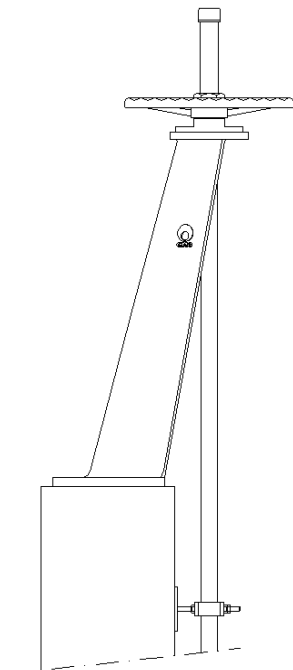

Abb. 12
- Weitere Flursäulenarten sind auf Anfrage lieferbar (Abb. 12).